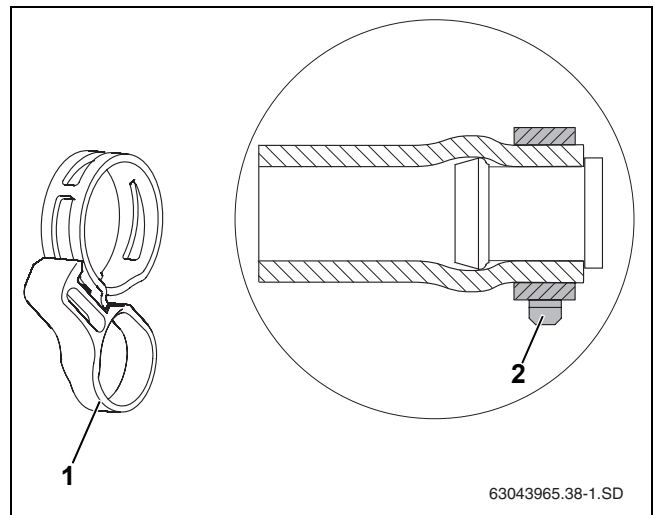

Fig. 32 Abrazadera con anillo tensor montada sobre el caperuza de cierre previamente montado
- ▶ Es imprescindible garantizar la correcta posición de la abrazadera antes de apretar el anillo tensor (Fig. 32, [1] y [2]). La tensión puede verse afectada si se suelta posteriormente con un alicate.